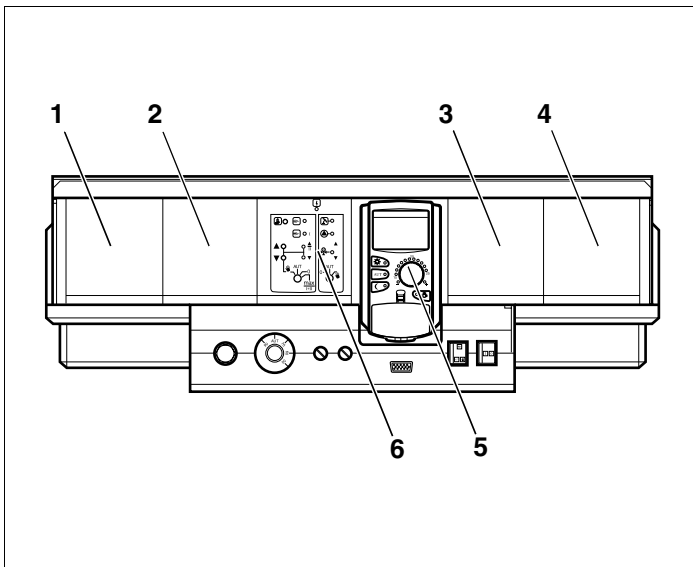

Fig. 16 Modulplassenes tilordning
Modulen FM 446 må kun monteres ytterst til høyre i kontrollpanelet (fig. 16, **pos. 4**).
Modulen FM 445 kan, avhengig av antall monterte moduler, monteres på modulplass 3 eller 4 (fig. 16, **pos. 3 og 4**).
Modulclass A (fig. 16, **pos. 6**) brukes alltid av en av sentralmodulene ZM 432 eller ZM 433 og modulclass B (fig. 16, **pos. 5**) alltid av controller-modulen CM 431 og betjeningsenheten MEC 2.